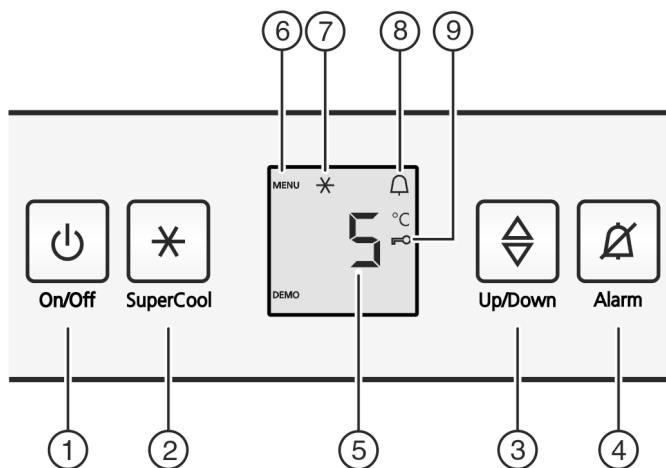

Fig. 2
- ▶ Нажать кнопку On/Off Fig. 2 (1).
- ▶ Нажмите кнопку «SuperCool» Fig. 2 (2) и удерживайте ее прим. 5 секунд.
- ▷ На индикаторе будет отображаться символ «Меню» Fig. 2 (6).
- ▶ Для подтверждения нажать и отпустить кнопку «SuperCool» Fig. 2 (2).
- ▷ На индикаторе горит символ «Защита от детей» Fig. 2 (9).
- ▶ Нажать и отпустить кнопку «On/Off» Fig. 2 (1).
- ▶ Нажмите кнопку Alarm Fig. 2 (4).
- ▶ Активация модуля регулировки температуры: нажмите кнопку настройки Fig. 2 (3).
- ▶ Температуру меняйте ступенями по 1 °C: нажимайте кнопку настройки Fig. 2 (3) до тех пор, пока на индикаторе температуры не будет высвечена требуемая температура.
- ▶ Коротко нажмите кнопку SuperCool Fig. 2 (2).
- ▷ На индикации горит символ SuperCool Fig. 2 (7).
- ▷ Символ SuperCool Fig. 2 (7) на индикации гаснет.